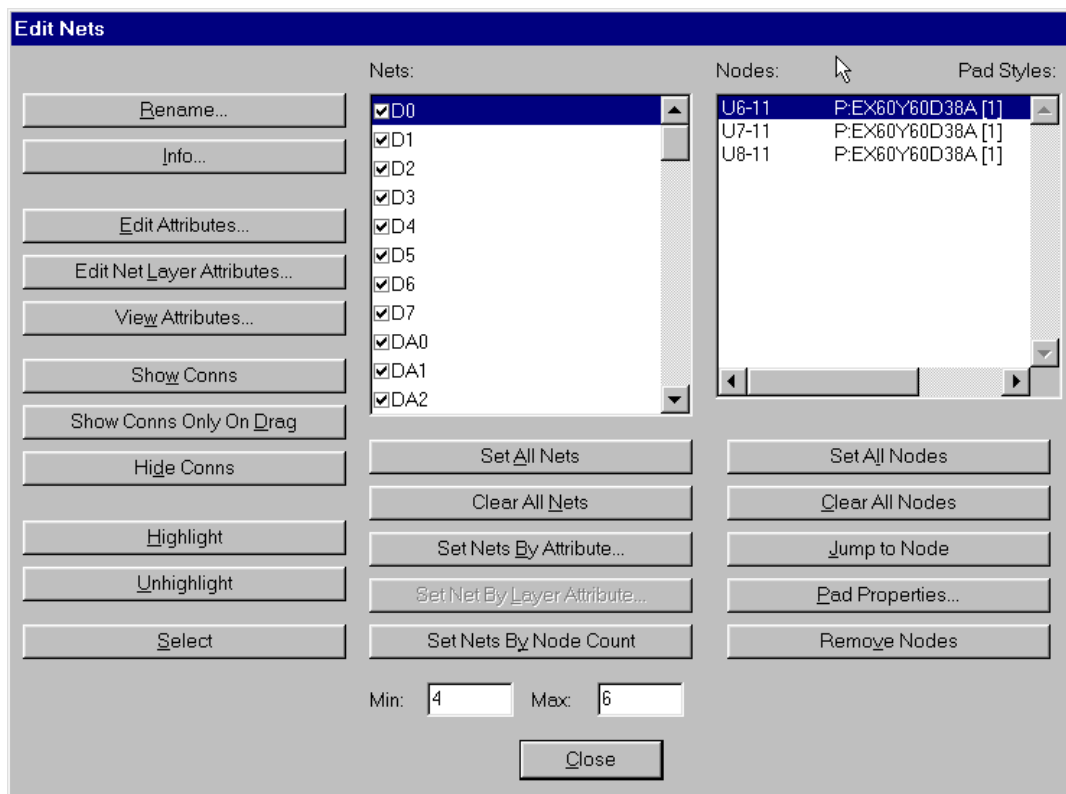

Рис. 9-17. Редактирование атрибутов цепей
**Edit/Nets** основного меню редактора печатных плат. На рис. 9-17 представлена панель, появ-